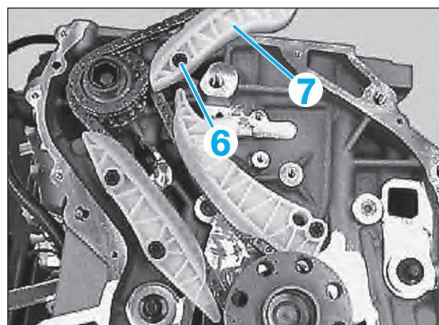

Fig. 22
- Positionner le patin-tendeur (7) de la culasse (Fig.22).